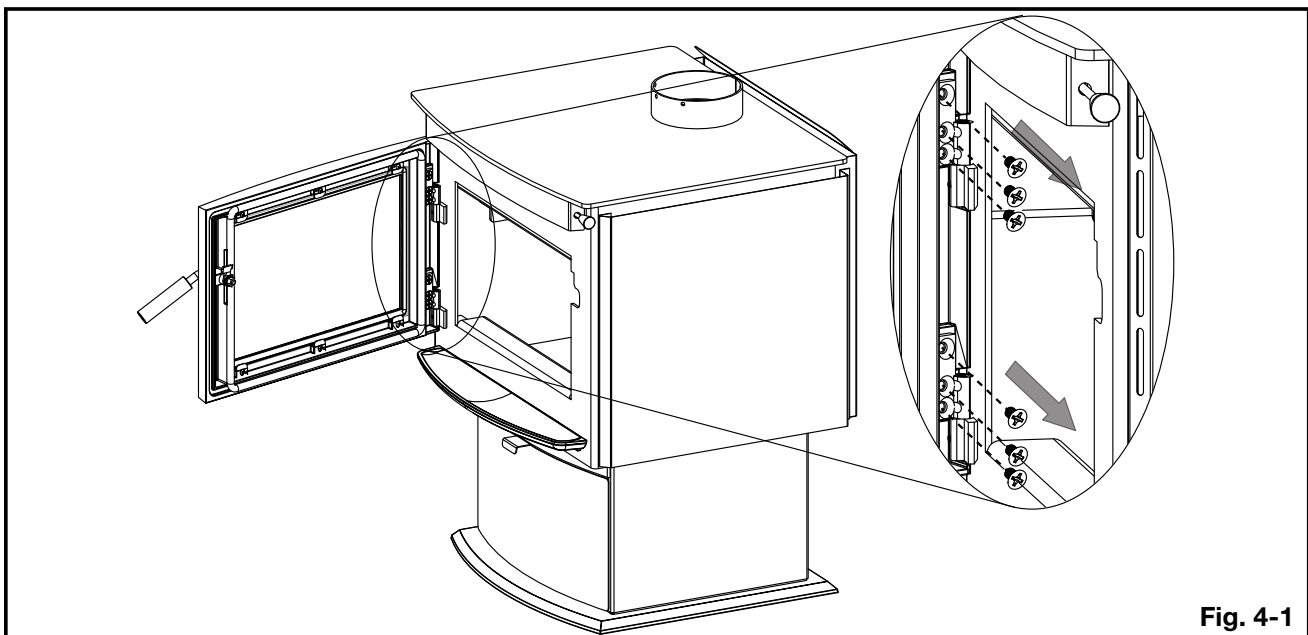

Fig. 4-1
1. Avec une main sur la porte de la-prévenir de tomber, ouvrez la porte et retirez les 6 grandes vis situées sur les charnières (**Fig. 4-1**).